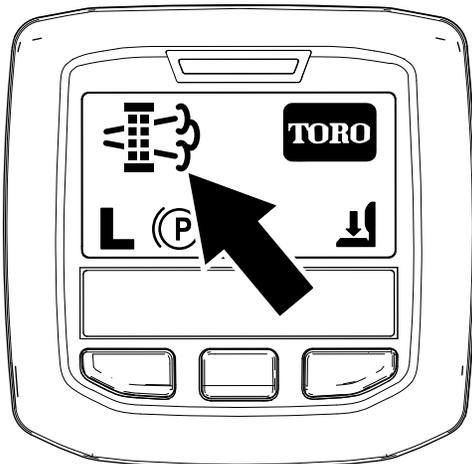

Figura 17
- Quando il computer del motore richiede una rigenerazione parcheggiata o una rigenerazione di recupero, nell'InfoCenter viene visualizzata l'icona della richiesta di rigenerazione (Figura 17).